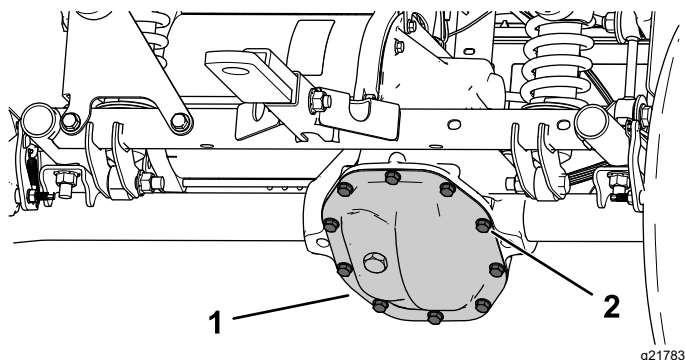

Рисунок 50
1. Поместите сливной поддон под крышку коробки передач (Рисунок 50).
2. Отверните болты с крышки коробки передач и полностью слейте рабочую жидкость (Рисунок 50).